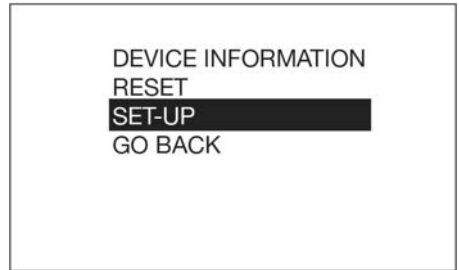

图 13
2. 使用键盘上的向上或向下箭头按钮高亮显示设置（图 13），然后按键盘中央的 ENTER 按钮选择“设置”选项。